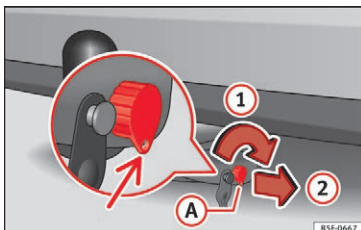

Fig. 183 Spærring af lås
- Drej nøglen **A** i pilens retning **1**, indtil den del af nøglen, hvori der er et hul, er placeret nederst » Fig. 183.